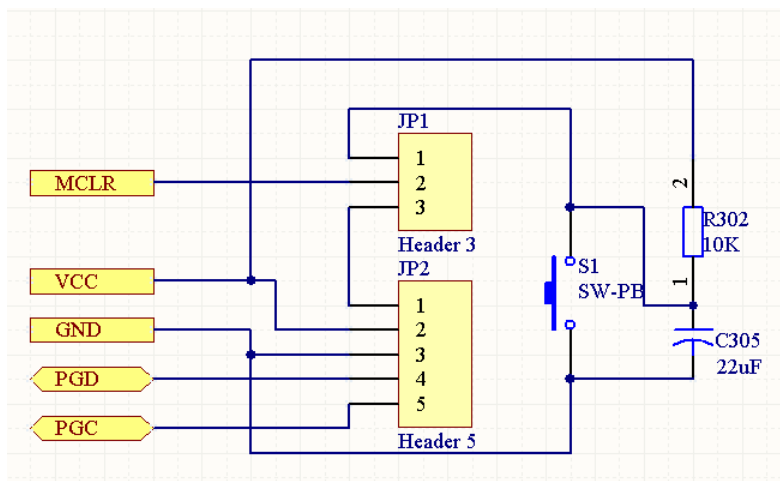

图 4.19 “PIC_RST”子电路图
(31) 单击“Project”面板标签，打开“Project”工作面板，在“Project”工作面板中单击“PIC_top.SchDoc”，将其在工作区中打开。
(32) 在主菜单中选择“Design”->“Creat Sheet From Symbol”命令，然后单击“PIC_RST”子图符号，打开“Confirm”消息框。
(33) 在“Confirm”消息框中选择“NO”按钮，新建一个名为“PIC_Rst.SchDoc”的原理图文件。
(34) 在“PIC_Rst.SchDoc”原理图文件中绘置如图 4.19 所示的“PIC_Rst”子电路图。